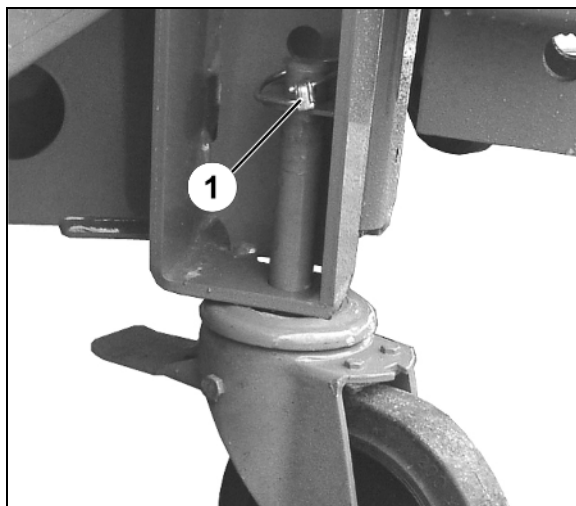

Fig. 27
5. Styrbare bremsruller (Fig. 27) foran
- o monter, og sikre med splint (Fig. 27/1), hhv.